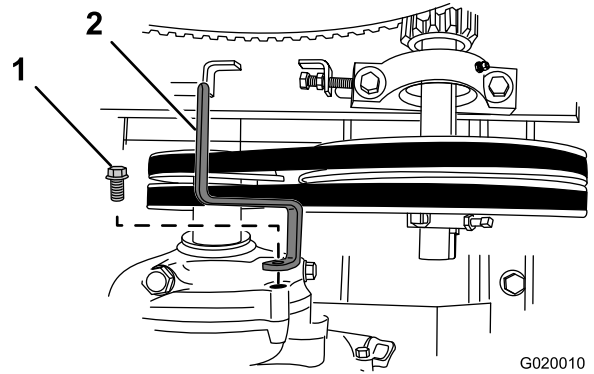

Figura 58
3. Retire el perno que sujeta la guía de las correas al motor, y retire la guía de las correas (Figura 58).
7. Sujete la guía de las correas provisionalmente al motor (Figura 58) con el perno que se retiró en el paso 3 de Retirada de las correas (página 37).